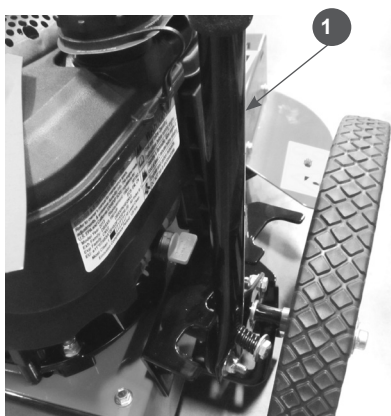

Рис.6
Для кошения в труднодоступных местах предусмотрена функция наклона корпуса газонокосилки, что позволяет расположить косильную головку ближе к земле. Наклон корпуса косилки осуществляется с помощью рычага (1), который расположен с правой стороны корпуса (Рис.6).